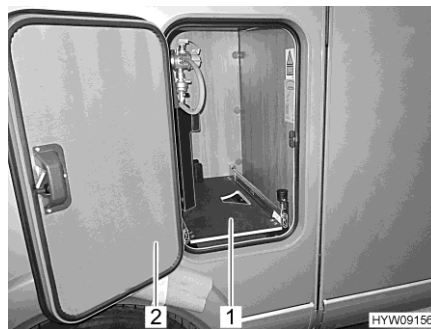

Bild 91 Gaskastenauszug
- Klappe (Bild 91,2) zum Gaskasten öffnen.
- Gaskastenauszug (Bild 91,1) herausziehen, bis der Knauf wieder einrastet. Der Gaskastenauszug ist jetzt in dieser Stellung arretiert.